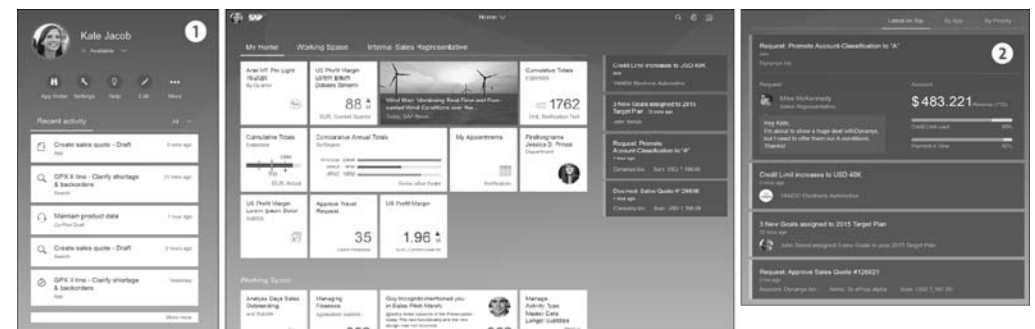

Abbildung 4.9 SAP Fiori 2.0 Launchpad (Quelle: SAP)
Die seit SAP S/4HANA Release 1610 verfügbare Version SAP Fiori 2.0 bietet ein verbessertes Design für das Launchpad als zentralen Einstiegspunkt für den Anwender. Es wurde um einen Benutzerbereich, die *Me Area* ①, auf der linken und einen Benachrichtigungsbereich, die *Notification Area* ②, auf der rechten Seite erweitert (siehe Abbildung 4.9).